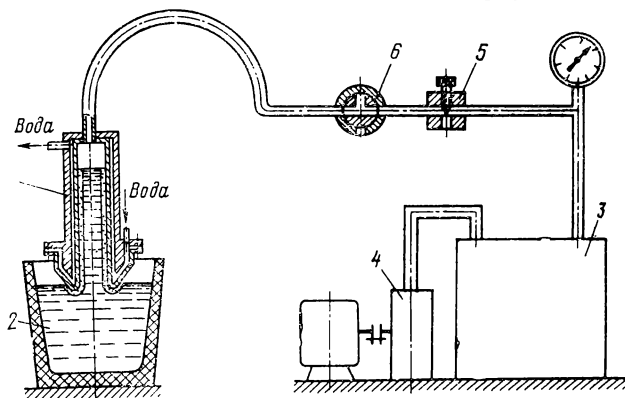

Рис. 35. Схема литья вакуумным всасыванием:
**Литье вакуумным всасыванием.** Еще один оригинальный способ литья получает распространение в связи с развитием вакуумной техники. Это способ литья с помощью всасывания расплавленного металла из печи в кристаллизатор, представляющий собой литейную форму (рис. 35). Установка состоит из печи 2, кристаллизатора 1, охлаждаемого водой, и вакуумного насоса 4.